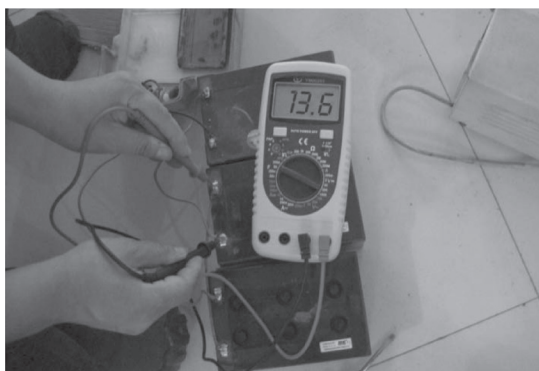

图 6-2 测量 3 块单体电池的端电压
2) 用万用表测量 3 块单体电池的端电压为 13.6V（偏高），如图 6-2 所示，表明蓄电池缺水。